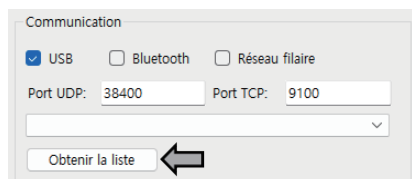

Fig.2
② Après avoir lancé l'outil de configuration, cliquez sur « Obtenir la liste » pour détecter la connexion USB de l'imprimante (voir les Figures 2 et 3).